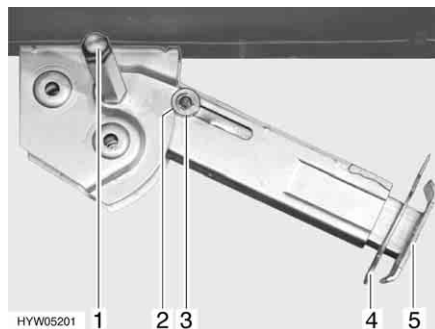

Bild 53 Stödben
- Placera hylsnyckeln på sexkanten (Bild 53,1) och vrid runt den tills stödbenet står rakt neråt.
- Drag ut sprinten (Bild 53,4) ur stödbensförlängningen (Bild 53,5).
- Placera hylsnyckeln på sexkanten (Bild 53,1) och vrid runt den tills stödbenet inte längre sitter mot marken.
- Skjut in stödbensförlängningen (Bild 53,5) helt och sätt in sprinten (Bild 53,4) i borrhålet på stödbensförlängningen.
- Vrid på sexkanten (Bild 53,1) med hylsnyckeln tills stödbenet har svängts upp och styrbrickan (Bild 53,3) befinner sig längst upp i skåran (Bild 53,2).